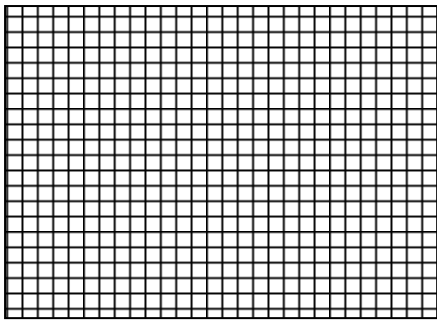

Рис.4.
2. **Насечку** (нарезку) на обеих поверхностях заполнителя производят для повышения местной устойчивости панели (за счет разбиения ее на маленькие участки), лучшего проклея, значительного повышения прочности на изгиб. Кроме того, без насечки практически невозможно изготовить качественные панели одинарной и двойной кривизны. Для плоских панелей и панелей одинарной кривизны насечку достаточно делать по рис.4. Для панелей двойной кривизны лучше получается по рис.5 (по диагонали). Следует избегать совпадения насечек с двух сторон, т.к. панель прорежется. Глубина насечек 0.25-0.3 толщины листа. Насечки выполняются острым ножом с углом заточки порядка 30° . Шаг насечки примерно 25мм. При нанесении клея на поверхность заполнителя следует тщательно заполнять насечки клеем шпателем. В дальнейшем, насечки с клеем будут выполнять армирующую роль (рис.6). Конечно все это ведет к увеличению веса и расходу клея. Компенсировать можно грамотным расположением облегчающих отверстий в панели, там где возможно.